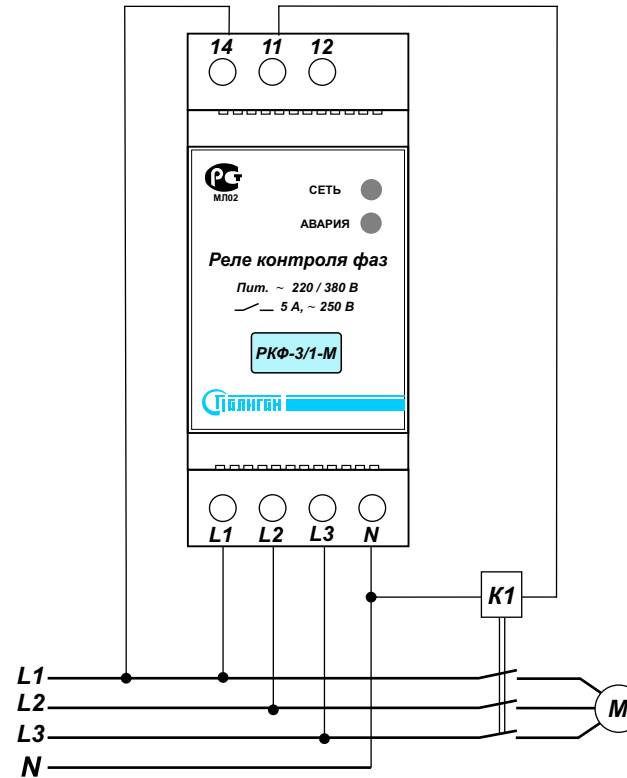

Рис. 1. Типовая схема подключения реле РКФ-3/1-М.
4.3. Произвести подключение входной контролируемой сети, цепей управления и сигнализации согласно маркировке (рис.1): L1, L2, L3 - фазы; N - нейтраль; 11- переключающий контакт реле; 14 - нормально разомкнутый контакт реле; 12 - нормально замкнутый контакт реле.